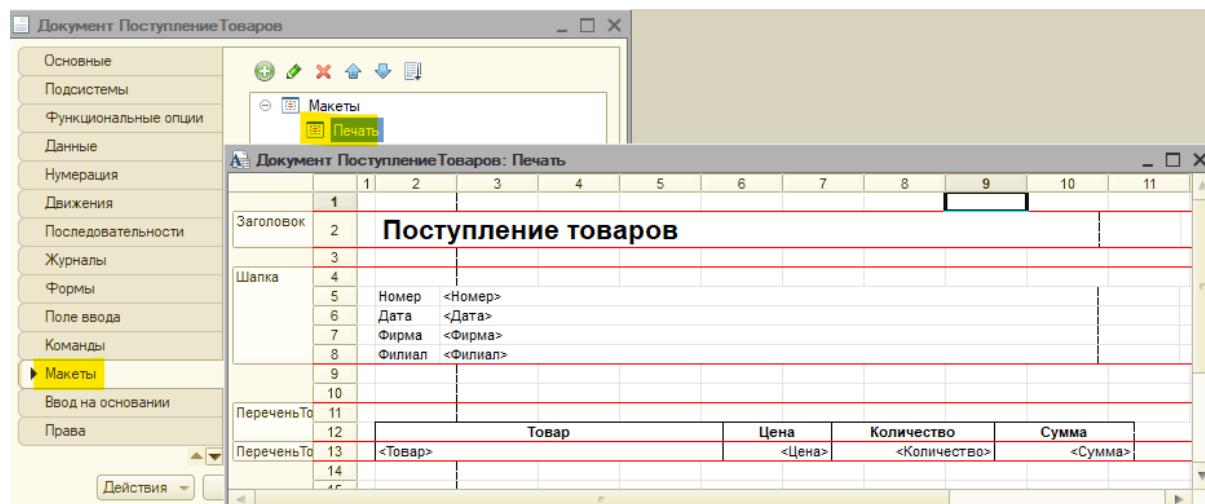

Рис. 5.24. Макет печатной формы
8. На рис. 5.24 показан макет печатной формы – это заготовка (шаблон) печатного документа, который будет формироваться системой при работе в